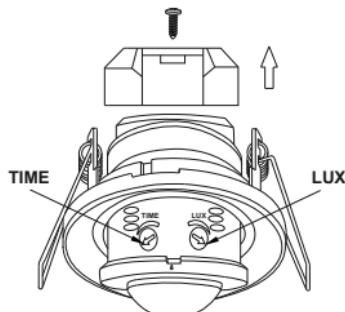

Рисунок 14 – Датчик движения ДД 401
– открутить винт, снять крышку, защищающую контактные зажимы (рисунок 14);